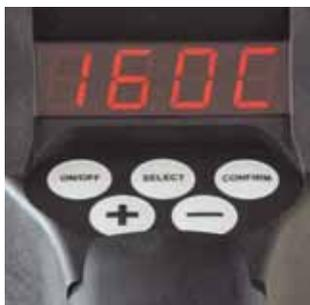

Fig. 4.5.1
- Maintenir la touche ON/OFF enfoncée jusqu'à ce que l'affichage apparaisse à l'écran. (Fig. 4.5.1)